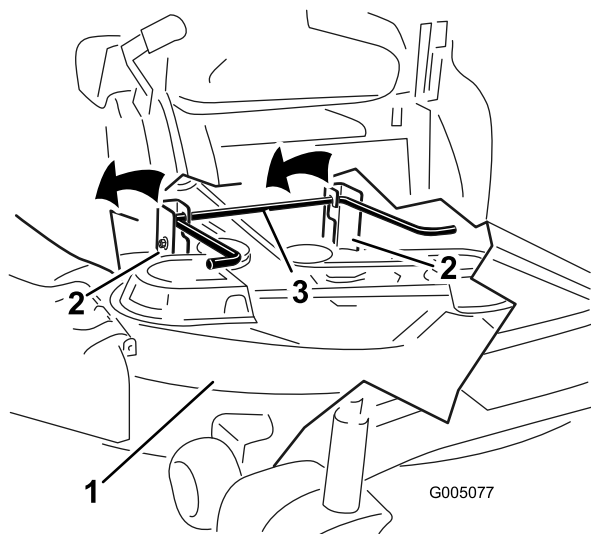

Figura 69
5. Eleve la parte trasera de la carcasa del cortacésped y coloque las pletinas de suspensión sobre la varilla de elevación trasera (Figura 69).
6. Eleve la carcasa del cortacésped y desenganche la varilla de elevación trasera de las pletinas de suspensión, y baje el cortacésped con cuidado al suelo (Figura 69).